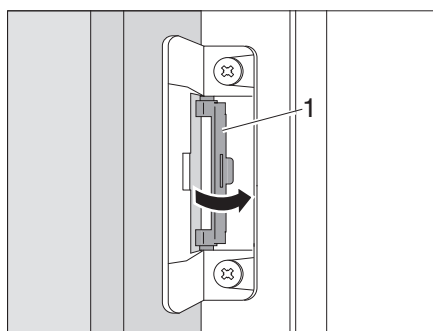

Fig. 365 Girar el bloqueo de vuelta a la posición inicial
- Girar el bloqueo (Fig. 365,1) de vuelta a la posición inicial.